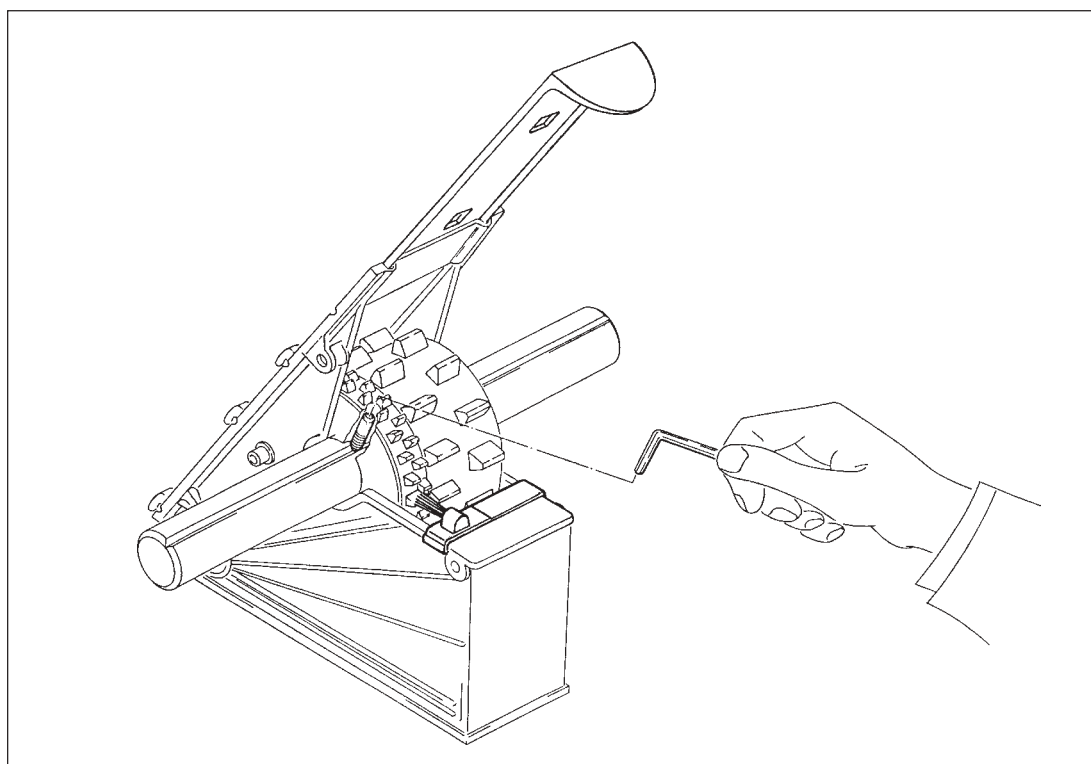

Рис. 13.14
- Высевашие катушки вала высевашего аппарата (Рис. 13.14) закреплены на вале установочными винтами, находящимися в высеваших катушках для мелкосемянных культур. Установочные винты новых высеваших катушек технической колеи (см. Рис. 13.14) откручивайте до тех пор, пока новые высевашие катушки технической колеи не будут свободно вращаться на вале высевашего аппарата.
- Закрепите старые высевашие катушки технической колеи (Рис. 13.14) на валике высевашего аппарата. Для этого проворачивайте установочный винт в высевашей катушке для мелких семян до тех пор, пока высевашая катушка не установится на валике с небольшим люфтом. Слишком прочно затянутые установочные винты перетягивают высевашие катушки.